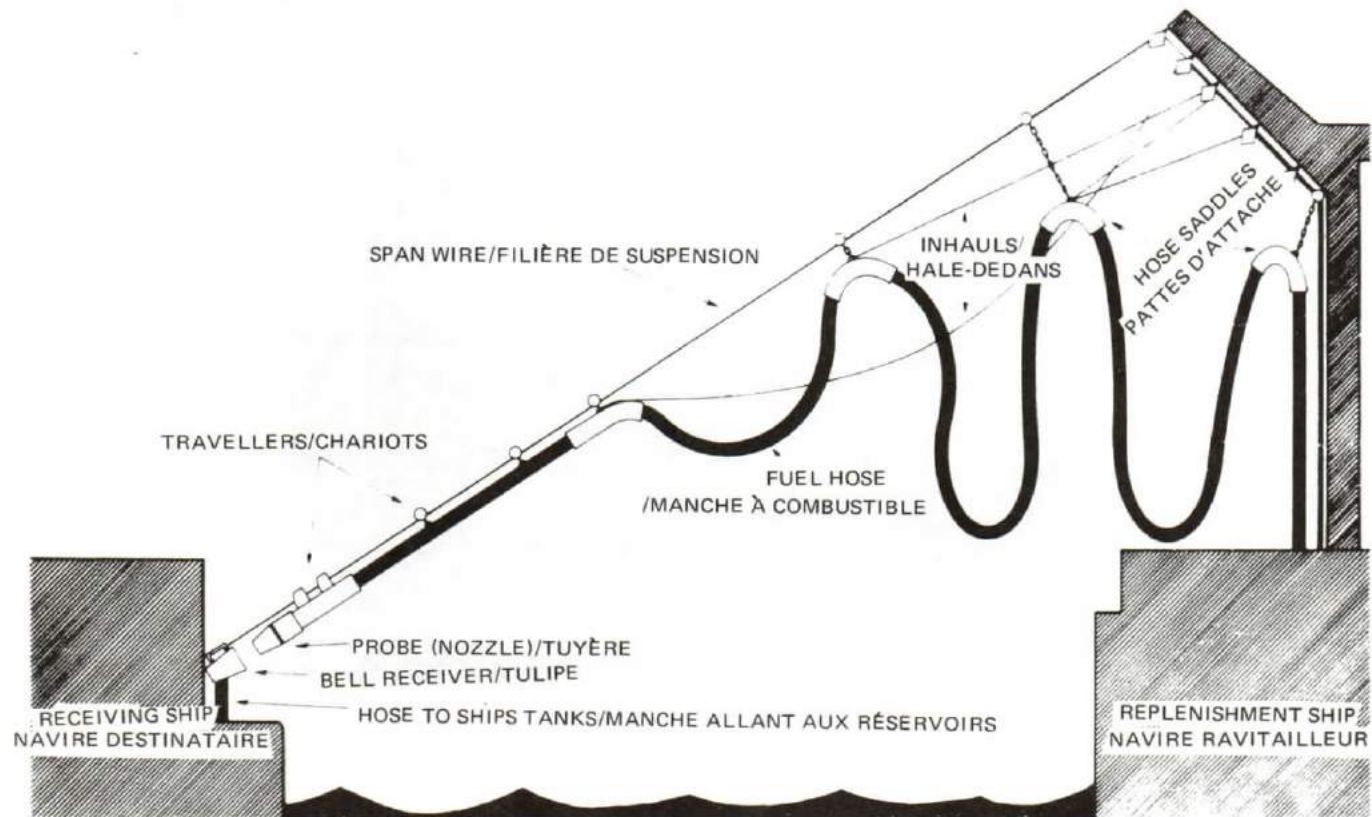

Figure 11-51
2. The rig used in HMC ships for FFO and distillate is the probe receiver and spanwire rig. See Figure 11-51. JP5 and diesel fuel are usually transferred via a smaller hose slung beneath the main fuel hose. This system has been developed into a rapid, highly efficient, and safe method of transferring fuel under anything but the very worst of weather conditions. Briefly the procedure is as follows:
2. Les navires de guerre canadiens emploient, pour le mazoutage et l'approvisionnement en huile diesel, la conduite suspendue à tuyère (voir la figure 11-51). Le carburant JP5 et tout le diesel sont habituellement transbordés par une conduite plus petite suspendue en dessous de la conduite principale de carburant. Ce dispositif a été mis au point et il constitue maintenant une méthode rapide, efficace et sûre. Il permet le transbordement du carburant dans toutes les conditions météorologiques à l'exception peut-être du très gros temps. Le procédé est, en bref, le suivant: